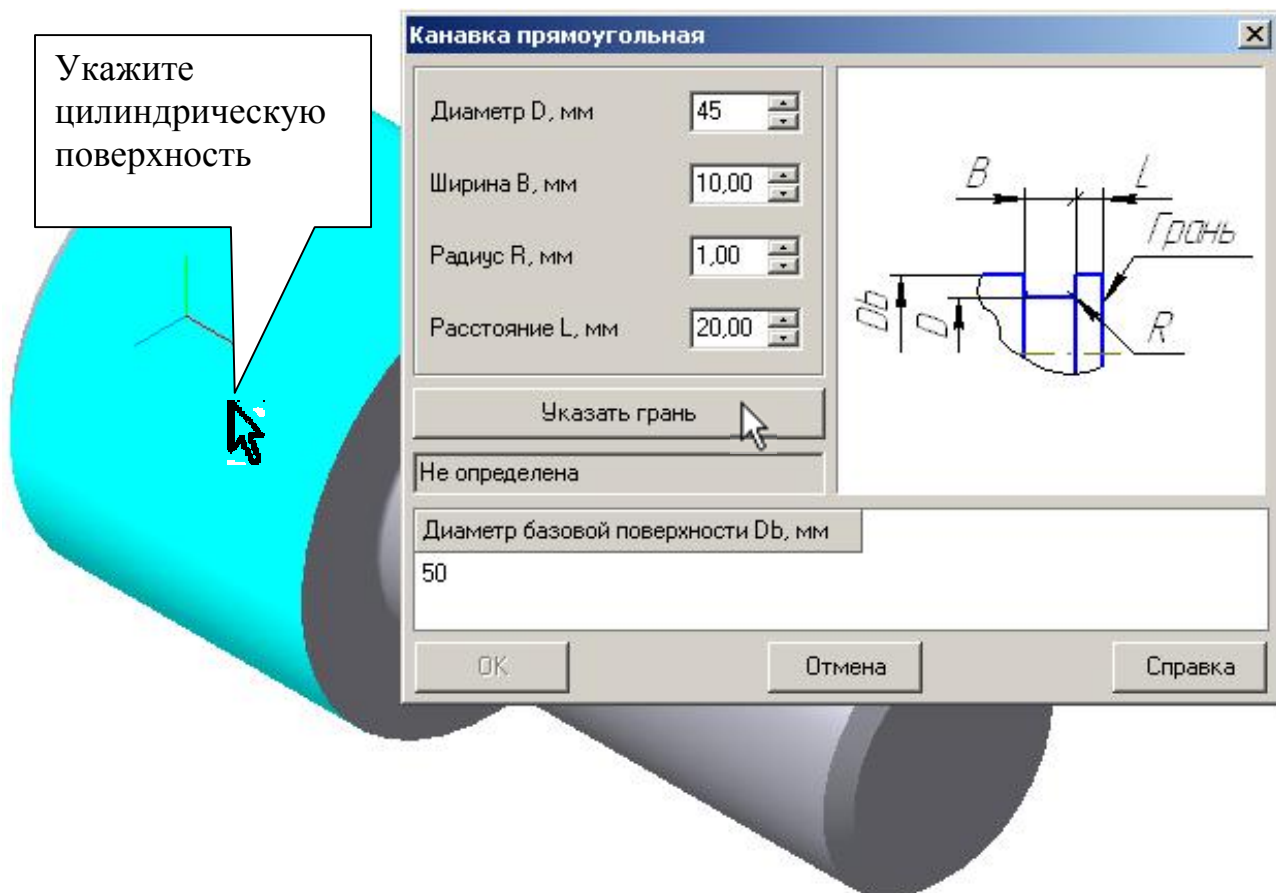

Рис. 96
- Для выполнения прямоугольной канавки откройте библиотеку **Библиотека канавок для КОМПАС – 3D**. Для этого нажмите кнопку **Менеджер библиотек**  на панели **Стандартная**. Откройте библиотеку в разделе **Машиностроение**. Включите раздел **Канавка прямоугольная** и на запрос системы «Укажите цилиндрическую поверхность» укажите поверхность, на которой расположена канавка, рис. 96.
В появившемся окне введите параметры канавки согласно рис. 96 и нажмите кнопку «Указать грань». Укажите грань согласно рис. 97.